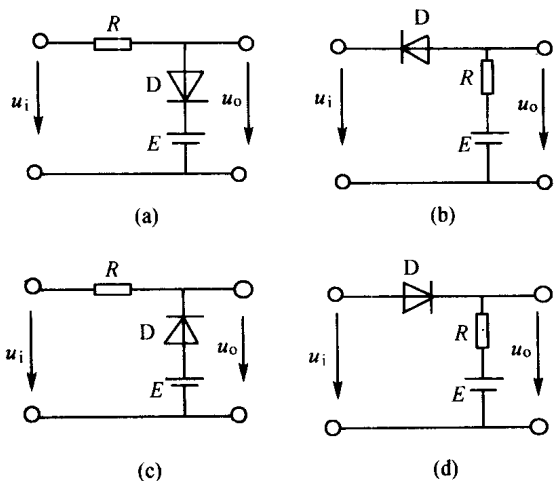
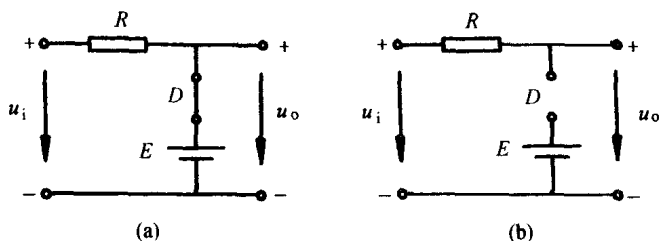

图 1-1 习题 1.2 的电路图
图 1-1-2 图 1-1(a)二极管导通与截止的等效电路
1.2 在图1-1所示的各电路中,已知 $E = 5 \text{ V}$, $u_i = 10\sin \omega t (\text{V})$,二极管的正向压降可忽略不计,试分别画出输出电压 u_o 的波形。
点评 做此类习题时,一定把握二极管正向导通时压降可忽略不计,即此时二极管相当于一段短路线。在图 1-1(a)中,如 $u_i > E$,二极管导通时可等效为图 1-1-2(a)所示。 $u_i < E$,二极管截止时,相当于开路,等效为图 1-1-2(b)所示。